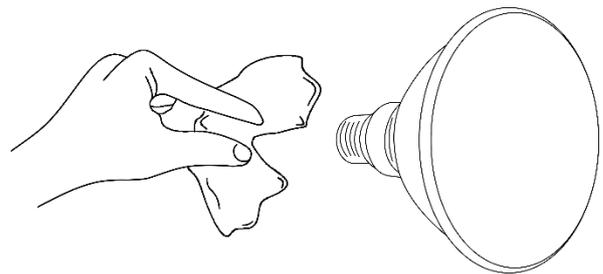

Abb. 04
- 03) Nehmen Sie die Lampe aus der Schachtel. Achten Sie darauf, **sie am Sockel anzufassen**. Lesen Sie Gebrauchsanweisung der Lampe. **Berühren Sie nicht das Glühbirnenglas**. Wenn Sie die Lampe mit öligen Händen anfassen, wird die Lebensdauer beeinträchtigt. Wenn Sie das Glas der Glühbirne berühren, wischen Sie sie mit einem sauberen, fusselfreien Tuch und Reinigungsalkohol ab (Abb. 04).